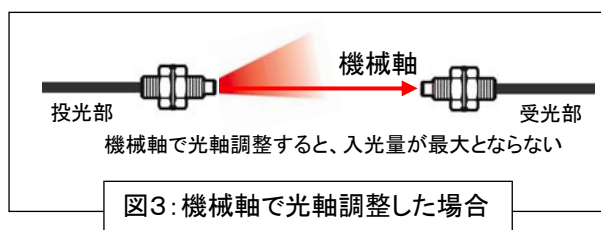

図3: 機械軸で光軸調整した場合
- ・このため、機械軸で透過型または、ミラー反射型ビームセンサ(ファイバセンサ、レーザセンサを含む)の取り付けの設計を行なうと、十分な入光量を確保できなかつたり、光軸調整ができなくなる場合があります。(図3)